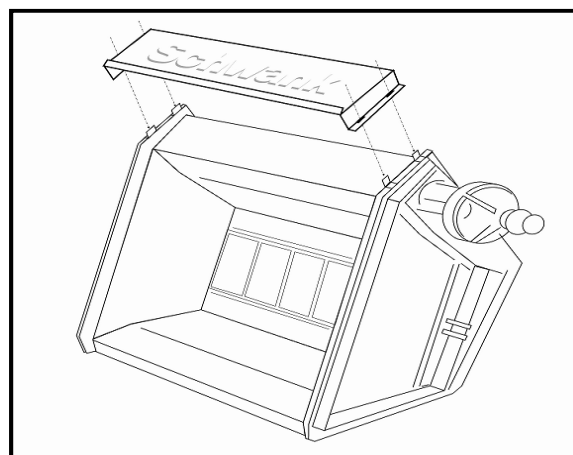

Fig. 27: Montaje del spoiler
- ⇒ Fije el spoiler con las 4 aberturas sobre los clips (vea la Fig. 27).